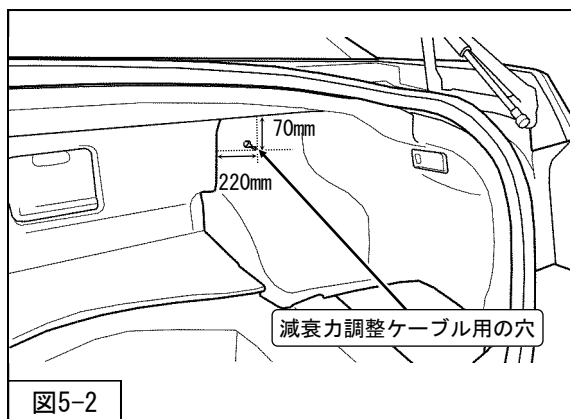

図5-2
2. GSは、ケーブルをゆるやかに曲げてトリム側面から荷室内に出るように、図を位置を参考にしてトランクサイドトリムに減衰力調整ケーブル用にφ5の穴を開けてください。（図5-2）
5. トランクサイドトリムを車両に取付け、穴にケーブルを通してください。（図5-1・図5-2）